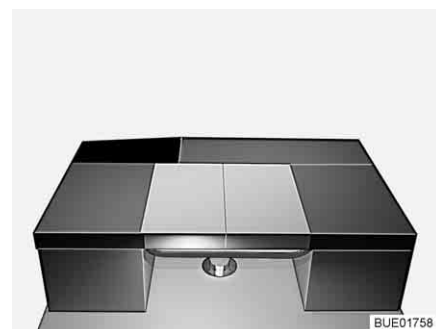

Fig. 143 Después de la transformación
- Colocar el cojín del respaldo del banco lateral en la mesa de modo longitudinal (véase Fig. 143).